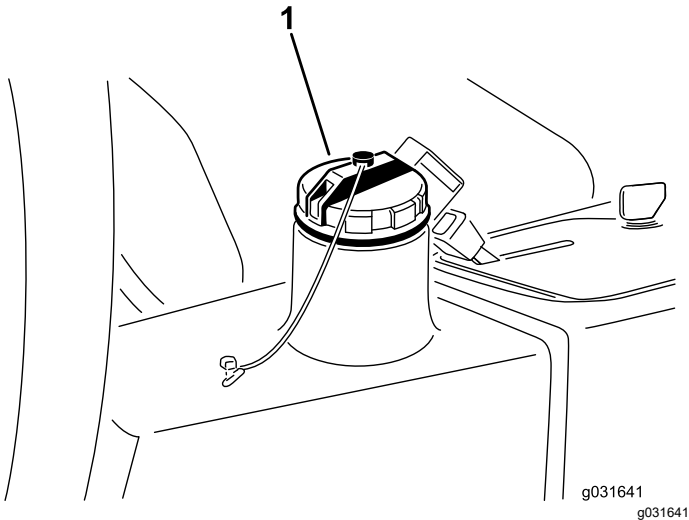

Figure 63
- Nettoyez la surface autour du goulot de remplissage et du bouchon du réservoir hydraulique (Figure 63).
- Remettez le bouchon du réservoir hydraulique (Figure 63).